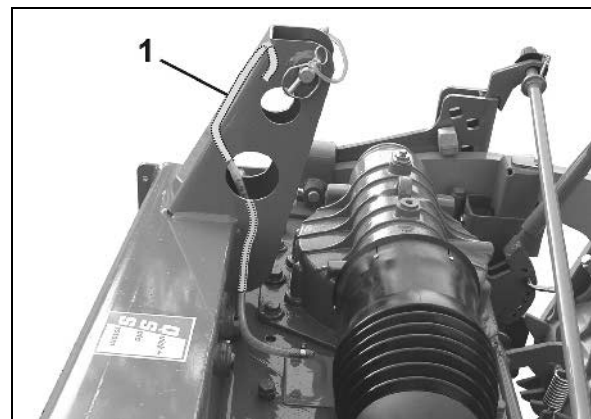

Fig. 50
**Die Stirnradwanne ist mit einem Entlüftungsschlauch (Fig. 50/1) ausgerüstet.**